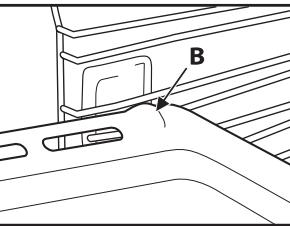

Fig. 2
2. Det andre tilbehøret, som langpannen og bakebrettet, settes inn slik at fremspringet på den flate delen "B" peker oppover (Fig. 2).